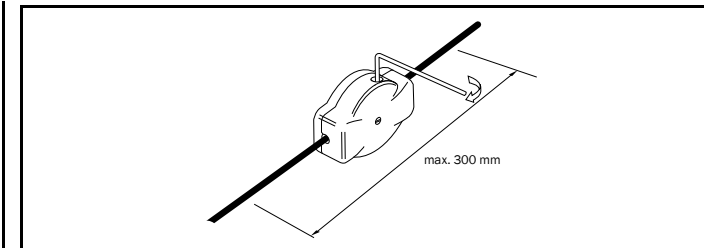

Abb. 9: Spannen des Seiles mit der Spannrolle.
- Erforderliche Seilspannung an der Spannrolle einstellen (Abb. 9). Achtung: das Seil darf beim Spannen mit der Spannrolle um max. 300 mm verkürzt werden!